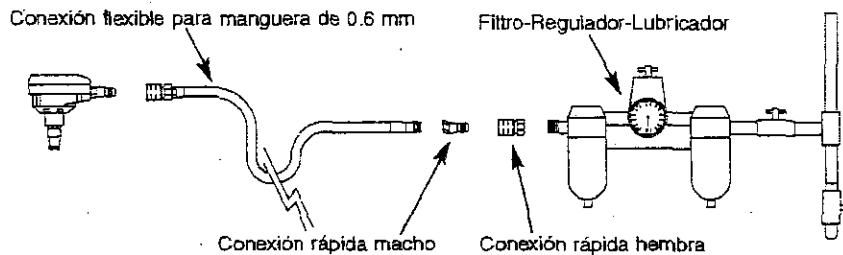

Figura 1 - Línea de Abastecimiento de Aire
Vea la Figura 1.
- Se necesita un sistema de filtro-regulador-lubricador, el cual deberá colocarse lo más cerca posible de la herramienta (vea la Figura 1). Se recomienda una distancia menor de 4.6 metros.